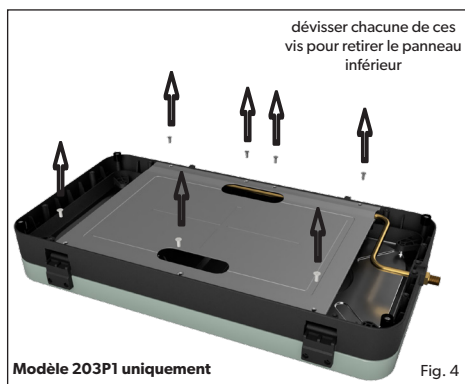
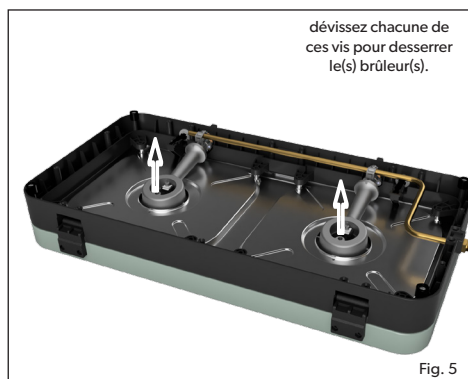

Fig. 4
Fig. 5
- Dévissez soigneusement le panneau inférieur en retirant les vis (Fig. 4). Desserrez la vis sur les brûleurs concernés (Fig. 5), desserrez soigneusement le brûleur et laissez-le tomber comme indiqué pour révéler la buse. A noter que le brûleur est connecté au câble piézoélectrique, après avoir remplacé la buse de jet et l'avoir remonté, vérifiez que ce câble est toujours connecté. La buse à jet est maintenant visible sur la valve, utilisez une clé appropriée pour retirer la buse (Fig. 6). N'utilisez pas de pinces sur la buse à jet car cela pourrait endommager la buse à jet et la rendre inutilisable ou impossible à retirer. Visser la nouvelle buse à jet sur la valve. Ne pas trop serrer car cela pourrait endommager la buse du jet.